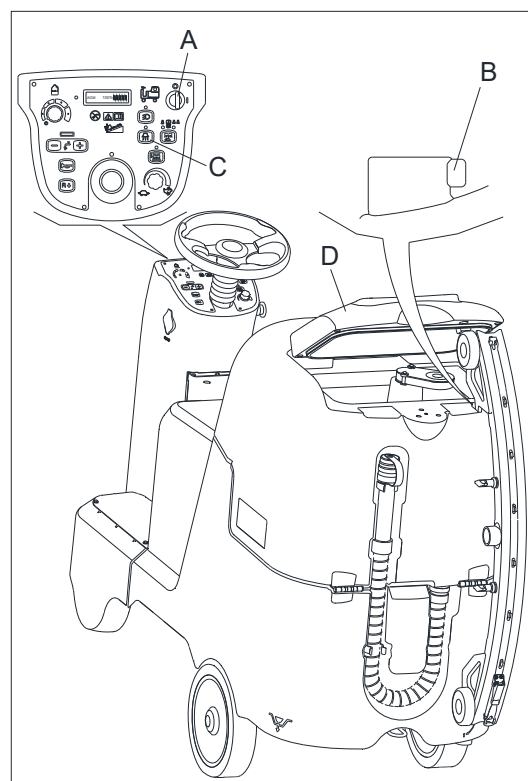

Figura 22
2. Rotiți cheia de contact (A, Figura 22) la poziția "I".
8. După aceasta curățiți stropitoarea, ridicați atent capacul rezervorului de rezervă (D, Figura 22), luați stropitoarea din creștăturile rezervorului (B, Figura 22), în așa mod ca acesta să se ventileze.